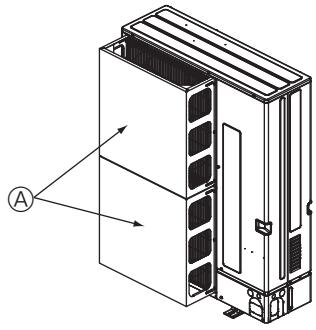

Fig. 2-15
- ① Установите дополнительный воздуховод выходного отверстия и основной воздуховод, если прибор установлен в месте, где сильный ветер от тайфуна и др. может попадать непосредственно в вентиляционную решетку. (Fig. 2-15)